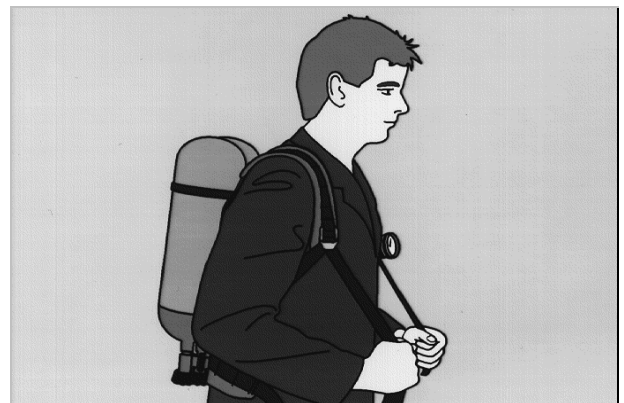

Bild 5
- Schultergurte spannen, bis das Tragegestell bequem aufliegt (Bild 5).